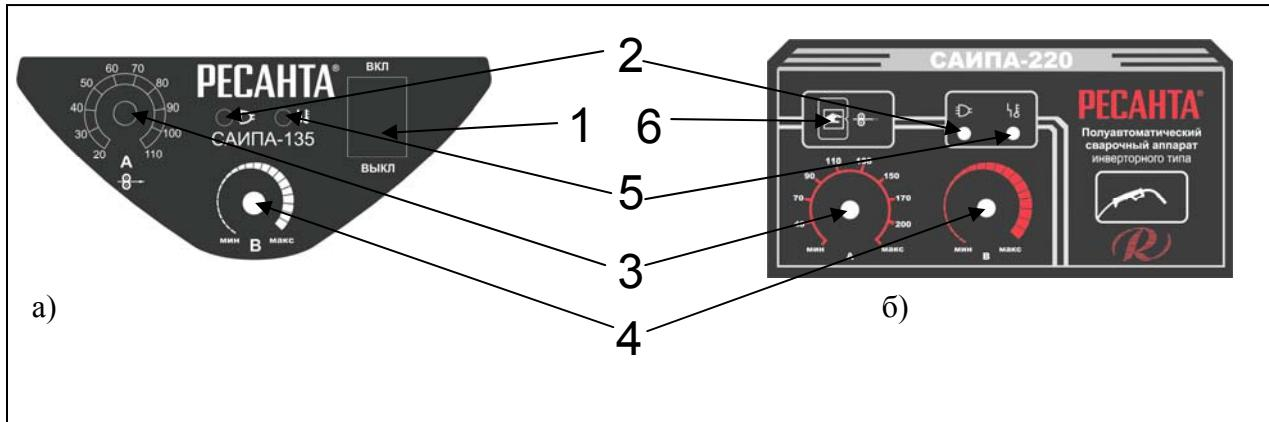

рис. 1
Сила сварочного тока (рис.1, поз.3). С увеличением силы сварочного тока повышается глубина провара, что приводит к увеличению доли основного металла в шве. Ширина шва сначала несколько увеличивается, а затем уменьшается. Силу сварочного тока устанавливают в зависимости от выбранного диаметра электрода.
Скорость подачи электродной проволоки (рис.1, поз.3) связана с силой сварочного тока и регулируется одновременно с ним. Ее устанавливают с таким расчетом, чтобы в процессе сварки не происходило коротких замыканий и обрывов дуги.
Напряжение дуги (рис.1, поз.4). С увеличением напряжение дуги глубина провара уменьшается, а ширина шва увеличивается. Чрезмерное увеличение напряжения дуги сопровождается повышенным разбрызгиванием жидкого металла, ухудшением газовой защиты и образованием пор в наплавленном металле. Напряжение дуги устанавливается в зависимости от выбранной силы сварочного тока.
7. Включить аппарат выключателем на передней панели (рис. 1, поз. 1). загорится индикатор «Сеть» (рис. 1, поз. 2).
8. Установить регулятор подачи сварочного тока (рис. 1, поз. 3) в необходимое положение на моделях САИПА-135/165.
9. Кратковременными нажатиями на кнопку сварочного пистолета добиться протягивания проволоки через механизм подачи на моделях САИПА-135/165. В моделях САИПА-200/220 кратковременными нажатиями на кнопку протяжки сварочной проволоки (рис.1, поз.6) добиться протягивания проволоки через механизм подачи.
10. Выключить аппарат выключателем на передней панели (рис. 1, поз. 1).
13. Включить аппарат выключателем на передней панели (рис. 1, поз. 1). загорится индикатор «Сеть» (рис. 1, поз. 2).
14. Регулятором сварочного тока (рис. 1, поз. 3) установить необходимое значение.
16. Выключить аппарат выключателем на передней панели (рис. 1, поз. 1).